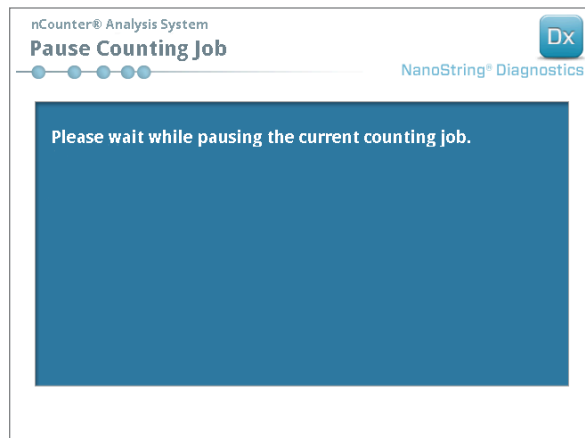

ABBILDUNG 6.7: Der Bildschirm „Pause Counting Job“ (Erfassungsvorgang pausieren)
6. Um ein Magazin zu einem Digital Analyzer hinzuzufügen, der bereits Daten erfasst, drücken Sie auf dem Bildschirm „Counting Cartridges“ (Magazine erfassen) auf **Pause** (Pausieren). Es kann einige Minuten dauern, bis der Digital Analyzer einen Punkt erreicht, der sich zum Anhalten eignet (**ABBILDUNG 6.7**). Wenn das der Fall ist, wird die Tür entriegelt. Setzen Sie die neue Cartridge in einen leeren Steckplatz oder ersetzen Sie eine Cartridge, die bereits gescannt wurde. Drücken Sie auf **Resume** (Fortsetzen). Die Tür sollte wieder verriegelt werden und die Datenerfassung sollte da fortgesetzt werden, wo sie unterbrochen wurde.